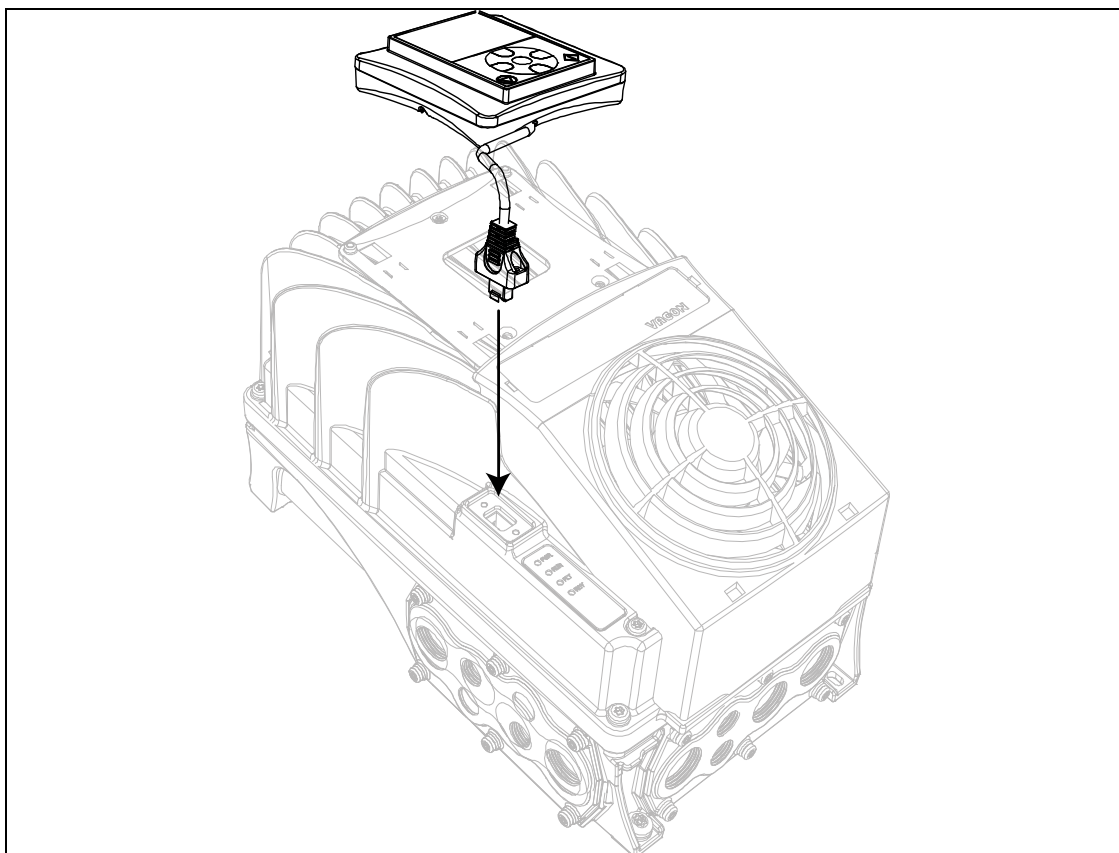

Рисунок 55. Установка клавиатурной панели.
- Подключите клавиатурную панель к преобразователю и подключите кабель к HMI разъему, как показано на Рис. 55 и на Рис. 56.